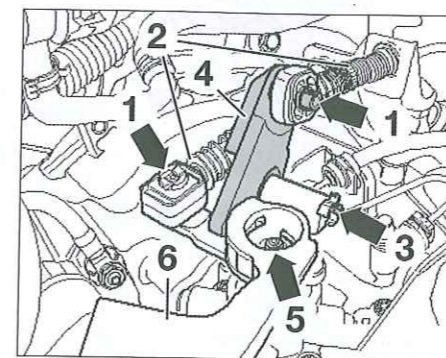
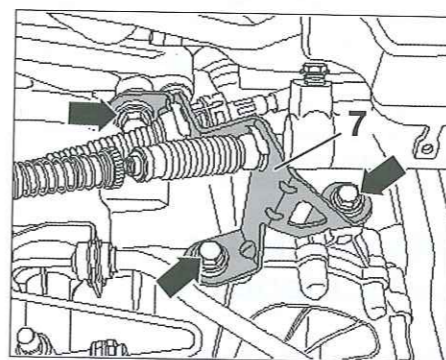

Fig. 2
Fig. 3
- Desmontar los anillos de seguridad (1) y desconectar los cables de mando de velocidades (2) (Fig.2).
- Desmontar el anillo de freno (3) y retirar la palanca de reenvío (4).
- Desmontar la tuerca (5) y retirar la palanca de selección (6).
- Desmontar el soporte (7) (Fig.3).